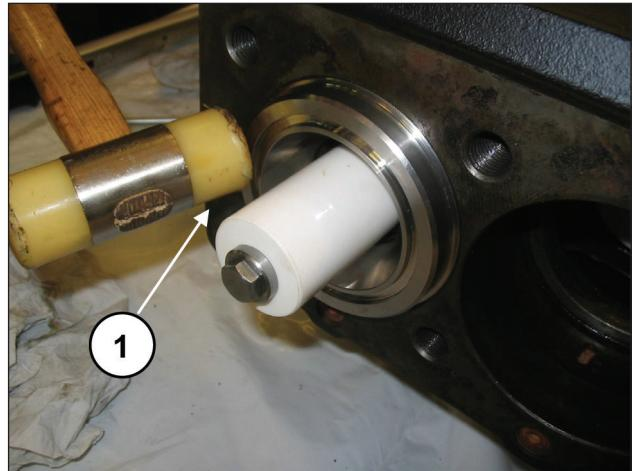
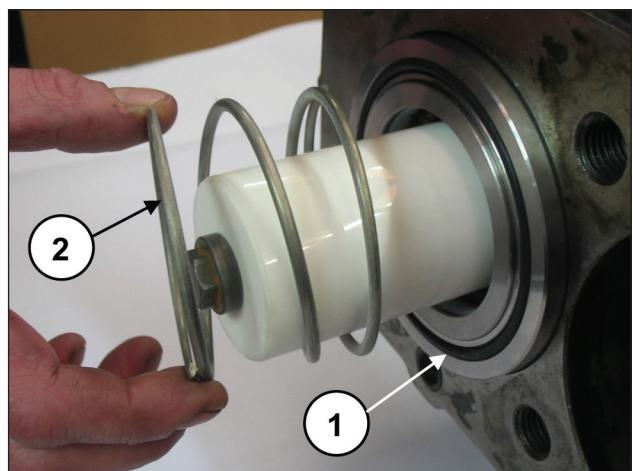

图186
图187
确保缸套/支撑单元正确定位在底座底部（部件号①, 图186）；现在安装缸套正面的O形圈和弹簧（部件号①②, 图187）。